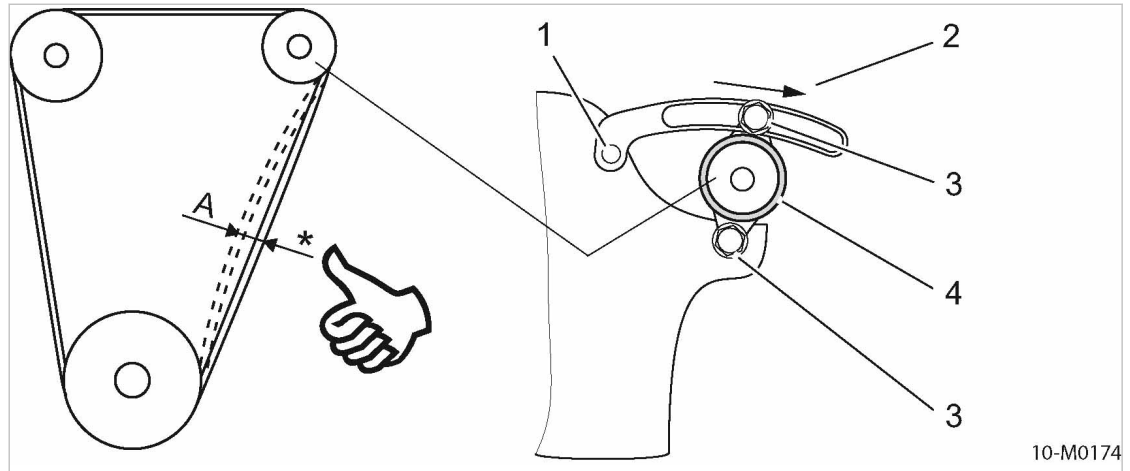

Fig. 37 Comprobación de la tensión de la correa con la mano
<ol style="list-style-type: none"> <li>1. Desmontaje de la protección de correas.</li> <li>2. Comprobar la tensión de correas con un aparato medidor para correas trapezoidales.</li> <li>3. Tense la correa que esté floja: <ul style="list-style-type: none"> <li>■ Soltar ambos tornillos de fijación ③ del motor generador ④.</li> <li>■ Tirar del generador del motor con una palanca adecuada en la dirección que indica la flecha ② hasta que se haya alcanzado la tensión de correas correcta.</li> <li>■ Volver a apretar ambos tornillos de fijación ③.</li> </ul> </li> <li>4. Monte la protección de correas.</li> <li>5. Polo negativo de la batería.</li> </ol>	<ol style="list-style-type: none"> <li>1. Desmontaje de la protección de correas.</li> <li>2. Presione la correa con el pulgar por el punto medio entre las poleas. (ver ilustración 37).</li> <li>3. Tense la correa que esté floja: <ul style="list-style-type: none"> <li>■ Soltar ambos tornillos de fijación ③ del motor generador ④.</li> <li>■ Tirar del generador del motor con una palanca adecuada en la dirección que indica la flecha ② hasta que se haya alcanzado la tensión de correas correcta.</li> <li>■ Volver a apretar ambos tornillos de fijación ③.</li> </ul> </li> <li>4. Monte la protección de correas.</li> <li>5. Polo negativo de la batería.</li> </ol>
1. Soltar los dos tornillos ③ del motor-generator ④.